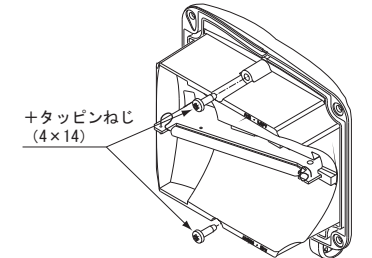

図4. 反射鏡取り外し手順
- ① 『a) レンズ交換手順』に従ってレンズを外します。
- ② 反射鏡を固定している2ヶ所の+タッピンねじを外し、キセノン基板と共に反射鏡を少し手前に引き出します (図4参照)。